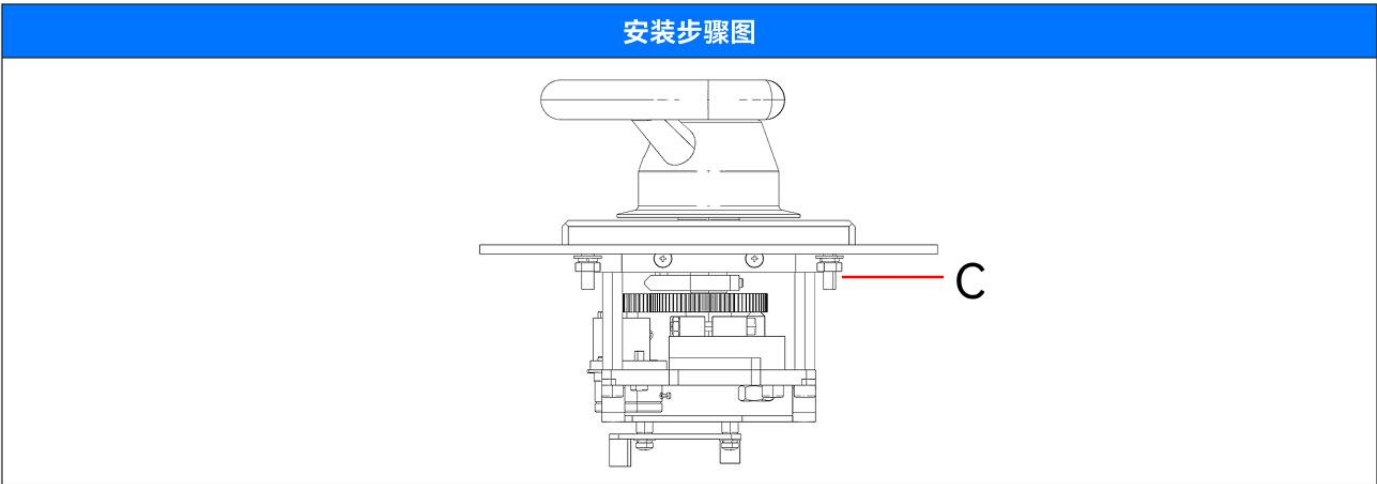

图3.3
3. 如图3.3，通过安装螺柱和配件将手轮固定在安装板上，拧紧螺母C。使手轮与安装板坚固可靠。接触面不得出现间隙、不可出现晃动。